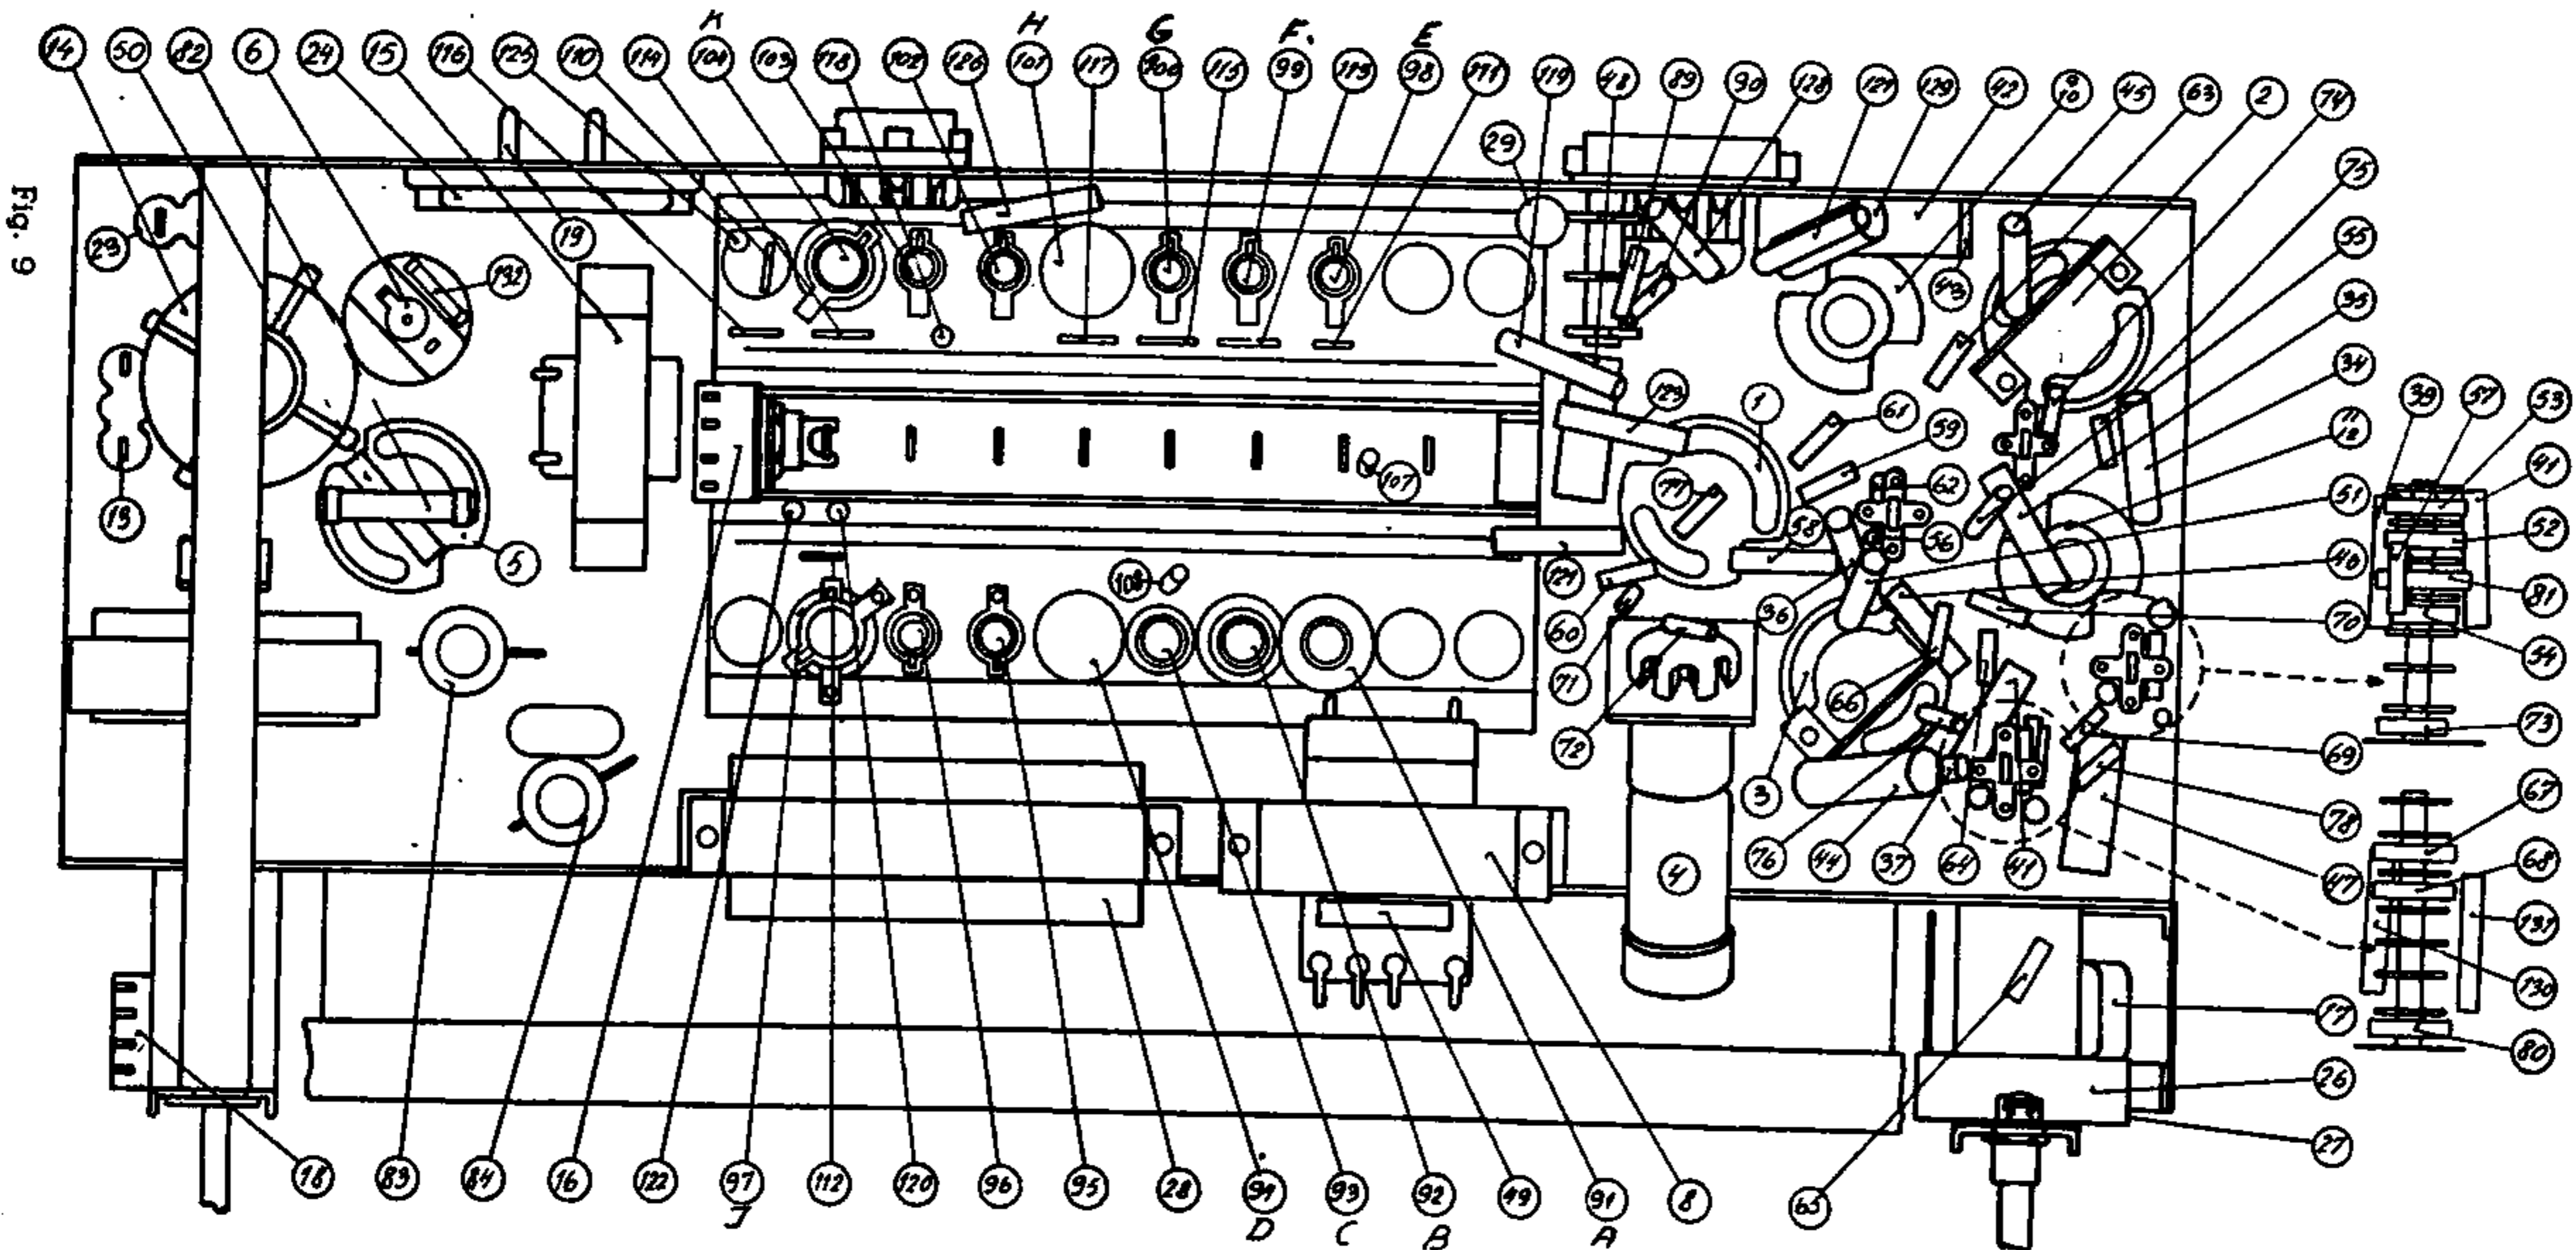

Fig. 9
MF = 450 kHz sættes ind paa Antennen. Modtageren stilles helt inddrejet paa MB-Området, hvorefter Jernkernen i Spole K (77), se Fig 9, indjusteres til der gaar mindst mulig Signal gennem Modtageren.